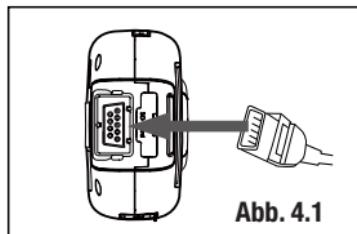

Abb. 4.1
2. Stecken Sie die SpO₂-Sonde in die Sondenbuchse ein (siehe Abb.4.1). Wenn die SpO₂-Sonde vom Gerät getrennt ist, wird in der Statusleiste oben links auf dem Bildschirm die Mitteilung „Sonde Aus“ angezeigt